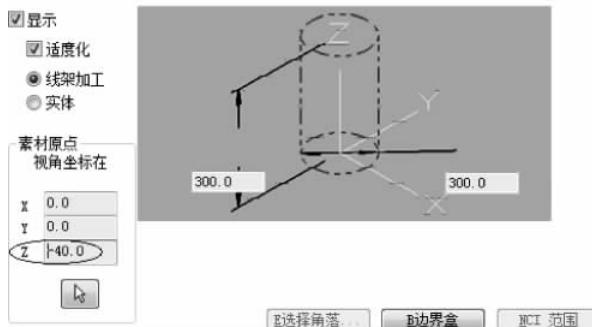
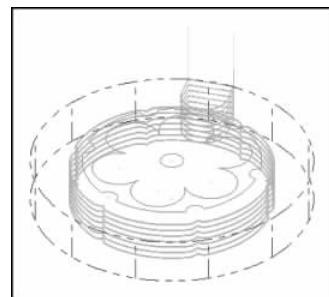

图 5-102 素材设置
图 5-103 工件轮廓
(9) 在弹出的“机器群组属性”对话框的“素材设置”选项卡中，设置“工件材料的形状”为“圆柱体”，工件 Z 向高度为 40，设置素材原点的视角坐标在(0,0,40)，如图 5-102 所示。单击“确定”按钮，结束素材设置，工件轮廓如图 5-103 所示。